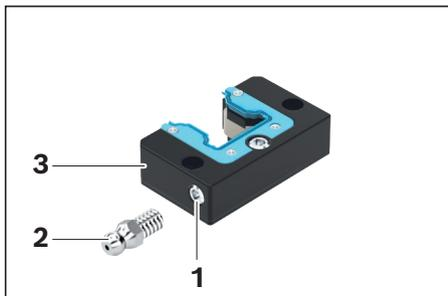

Figura 1
- ▶ Rimuovere il perno filettato dal foro di lubrificazione (figura 1, pos. 1) e conservarlo.
- ▶ Avvitare il nipplo di lubrificazione (2).
- ▶ Unità di lubrificazione frontale (3) in posizione orizzontale, rifornire la quantità di olio indicata nella tabella 1, lasciar depositare per ca. 36 ore.